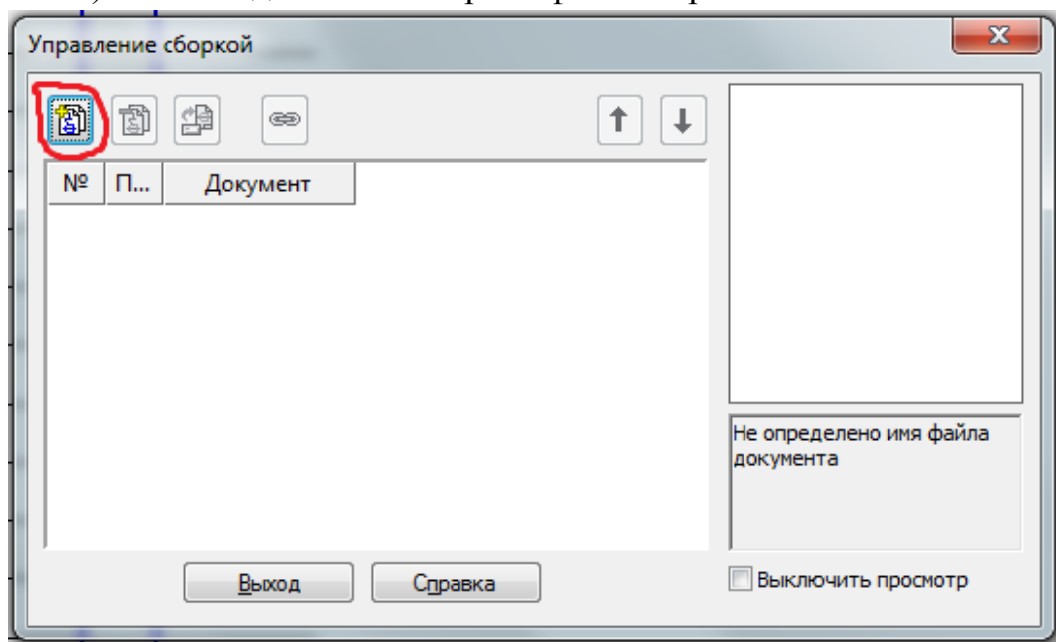

Рисунок 4.4 – Окно управления спецификацией сборки
30) В появившемся окне нажмите на кнопку **Добавить документ** (рисунок 4.4) и в окне диалога выберите файл сборки.